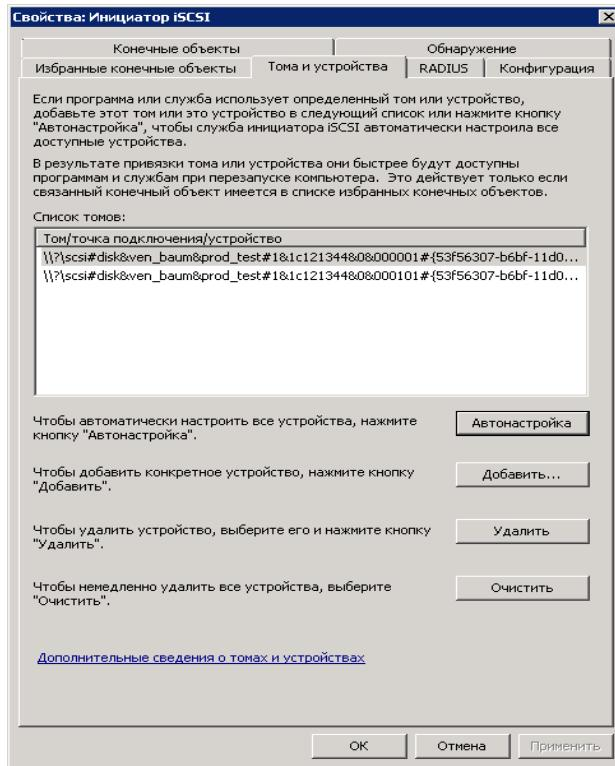

Рисунок 125. Настройка доступа по протоколу iSCSI
3. На вкладке «**Конечные объекты**» задайте IP-адреса контроллеров СХД.БАУМ, используя кнопку «**Быстрое подключение**» (см. Рисунок 125).
4. На вкладке «**Тома и устройства**», нажав кнопку «**Автонастройка**», подключите устройства. В разделе «**Управление дисками**» панели «**Управление компьютером**» убедитесь, что видны диски доступные по разным маршрутам (см. Рисунок 125).